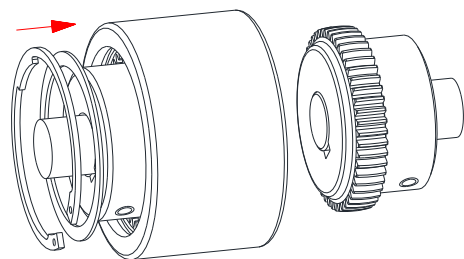

Bild 15
- Sichern Sie die Kupplungshülse gegen axiales Verschieben durch Einsetzen der Sicherungsringe in die Ringnuten der Kupplungshülsen (siehe Bild 15).